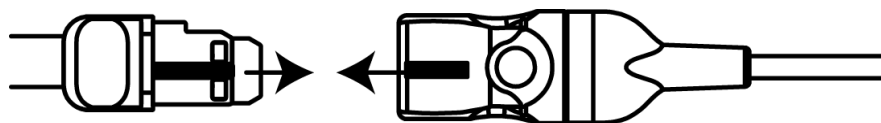

Figura 12-13 Conexão de um sensor ao cabo do pré-amplificador
- 3 Posicione o conector do sensor em frente do conector do cabo do sensor e alinhe as respectivas marcas (figura 12-13).